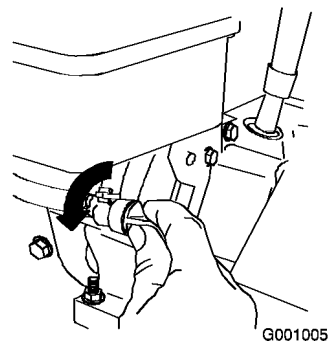

Figura 20
3. Girate la valvola d'intercettazione del carburante in senso antiorario per aprirla (Figura 20).